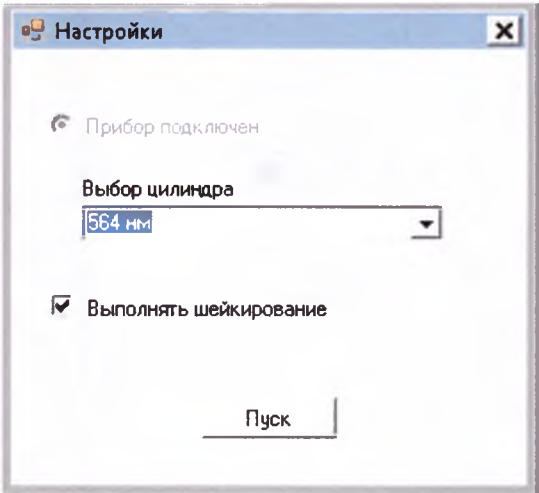

Рисунок 18
6.13.2 При необходимости шейкирования установить галочку в строчке «Выполнять шейкирование» (см. рисунок 18) и далее нажать на кнопку «Пуск».